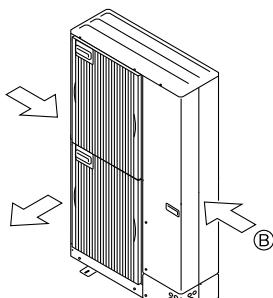

Fig. 2-5
- ③ Cihazın konumunu, mümkünse, hava çıkışından gelen havanın, mevsimsel rüzgarlarının yönüne dik gelmesini sağlayacak şekilde seçin. (Fig. 2-5)
- ④ Hava kılavuzu
- ⑤ Rüzgarın yönü